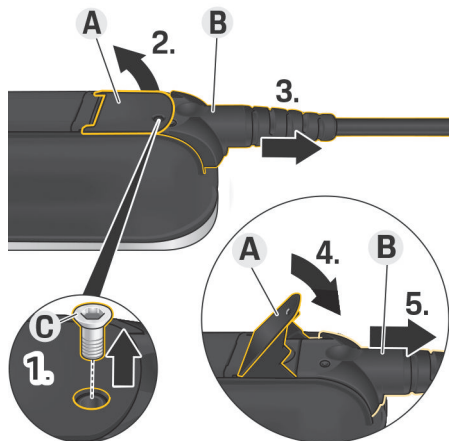

Fig. 499 Deconectarea cablurilor
1. Scoateți șurubul C (Fig. 499) cu un instrument adecvat.
2. Ridicați maneta A (Fig. 499).
3. Scoateți conectorul B (Fig. 499) până când simțiți prima dată rezistență.
4. Închideți maneta A (Fig. 499).
5. Scoateți complet conectorul B (Fig. 499).